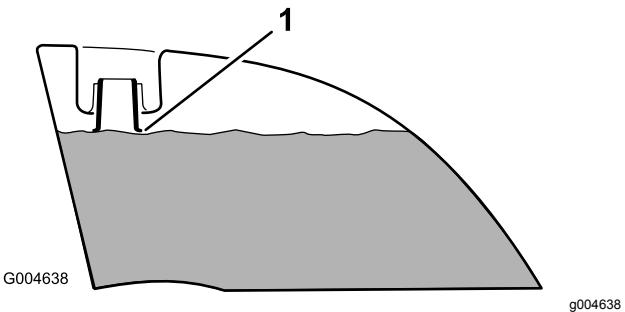

図 11
4. 両方の燃料タンクに、上面から約 25mm 下まで燃料を補給する図 11。入れすぎないように注意すること。